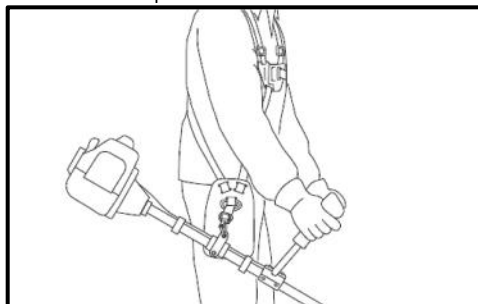

Рис. 31
**Для балансування мотокоси і досягнення правильного положення (Рис. 31):**